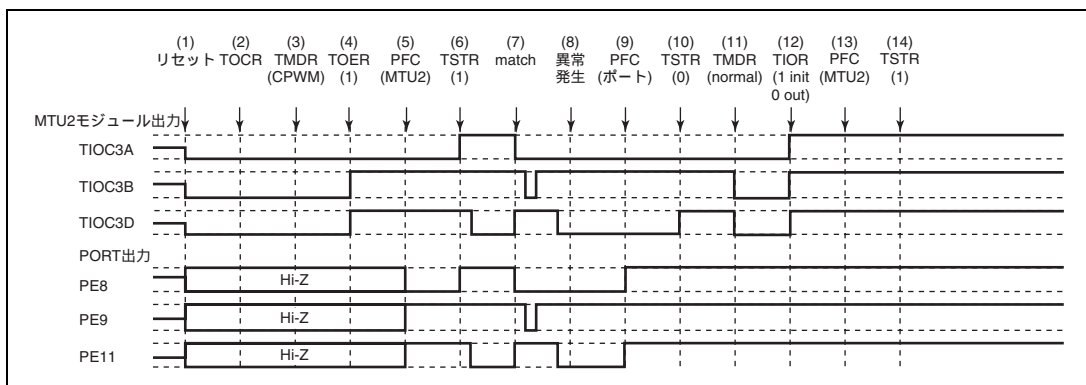

図 11.135 相補 PWM モードで異常が発生し、ノーマルモードで復帰する場合
相補 PWM モードで異常が発生し、再設定後ノーマルモードで再スタートする場合の説明図を図 11.135 に示します。
- (1) ~ (10) は図 11.135 と共通です。
- (11) PWM モード 1 を設定してください (MTU2 出力はローレベルとなります)。
- (12) TIOR で端子を初期化してください (PWM モード 1 では TIOC*B 側は初期化されません)。
- (13) PFC で MTU2 出力としてください。
- (14) TSTR で再スタートします。
(23) 相補 PWM モードで動作中に異常が発生し、相補 PWM モードで再スタートする場合の動作
- (11) PFC で MTU2 出力としてください。
- (12) TSTR で再スタートします。
- (13) コンペアマッチの発生により相補 PWM 波形を出力します。
(24) 相補 PWM モードで動作中に異常が発生し、相補 PWM モードで新たに再スタートする場合の動作
- (11) ノーマルモードを設定し新しい設定値を設定してください (MTU2 出力はローレベルとなります)。
- (12) TOER でチャンネル 3、4 の出力を禁止してください。
- (13) TOCR で相補 PWM モードの出力レベルと周期出力の許可禁止を選択してください。
- (14) 相補 PWM を設定します。
- (15) TOER でチャンネル 3、4 の出力を許可してください。
- (16) PFC で MTU2 出力としてください。
- (17) TSTR で再スタートします。
(25) 相補 PWM モードで動作中に異常が発生し、リセット同期 PWM モードで再スタートする場合の動作
- (11) ノーマルモードを設定してください (MTU2 出力はローレベルとなります)。
- (13) TOCR でリセット同期 PWM モードの出力レベルと周期出力の許可禁止を選択してください。
- (14) リセット同期 PWM を設定します。
(26) リセット同期 PWM モードで動作中に異常が発生し、ノーマルモードで再スタートする場合の動作